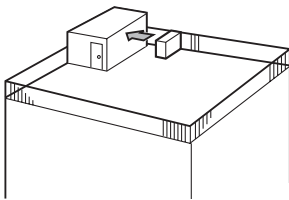

Fig. 2-4
- ① Vend luftløpet mot nærmeste tilgjengelig vegg, omtrent 50 cm unna vegg. (Fig. 2-4)